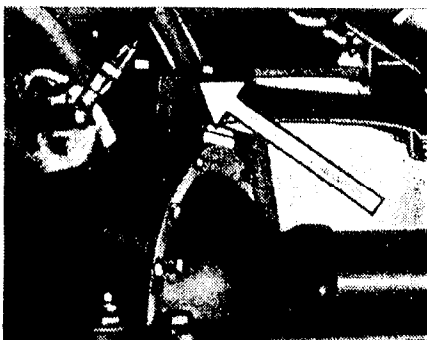

Abb. 56
32. Achsbolzen alle 2000 km mit Abschmierfett schmieren: (4 Schmierstellen). (Abb. 56)